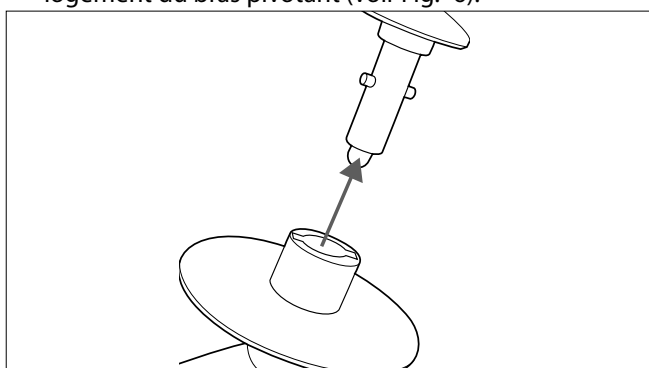

Fig. 6 – Pousser l'instrument de mesure sur le support
- ▶ Introduisez l'instrument de mélange par le bas dans le logement du bras pivotant (voir Fig. 6).